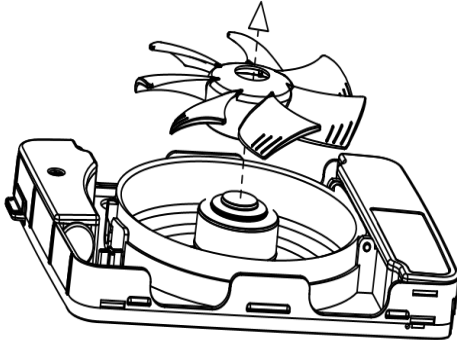

図14-1
- ① 必ず電源スイッチを OFF にして換気扇を停止させてください。
- ② プロペラの中央部分を押しながら、プロペラを取り外してください。(図14-1)